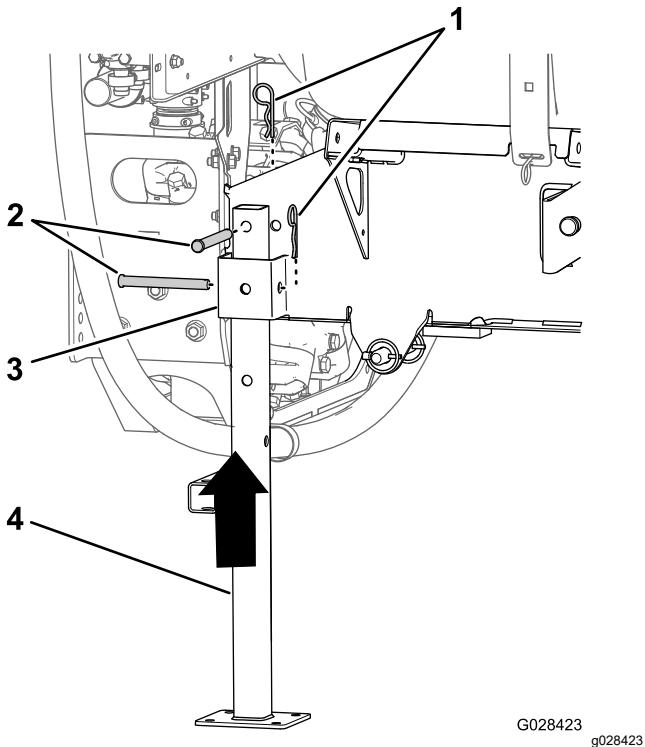

Figure 136
5. Alignez pied de support arrière sur le logement correspondant (Figure 136).
6. Alignez le trou en haut du pied de support et le trou dans le cadre du patin de la cuve (Figure 136).
7. Fixez le pied de support à son logement et au cadre à l'aide de 2 axes de chape (1/2 x 4 $\frac{1}{2}$ po) et 2 goupilles fendues (5/32 x 2 $\frac{5}{8}$ po), comme montré à la Figure 136.